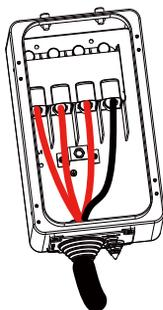

图5.9交流电缆已连接到端子
- 5) 将剥去保护层的电缆穿过密封圈并固定螺钉在底部密封板上。（如图5.9所示）。